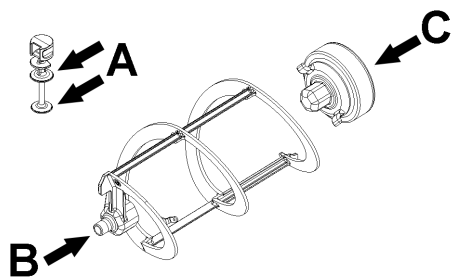
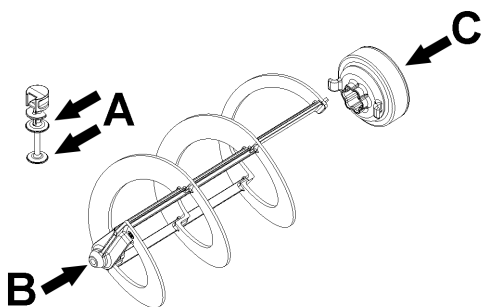

figura 19
figura 20
- 2 Lubrificare il pistone rubinetto, il giunto esagonale ed il mescolatore nei punti indicati in figura 19 (NG6) o figura 20 (NG10) utilizzando esclusivamente il grasso in dotazione con la